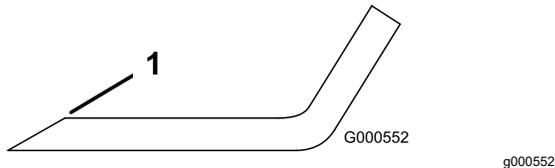

Figura 81
1. Utilice una lima para afilar el filo de corte en ambos extremos de la cuchilla (Figura 81).
**Nota:** Si la cuchilla no está equilibrada, rebaje algo el metal en la parte de la vela solamente con una lima (Figura 81).